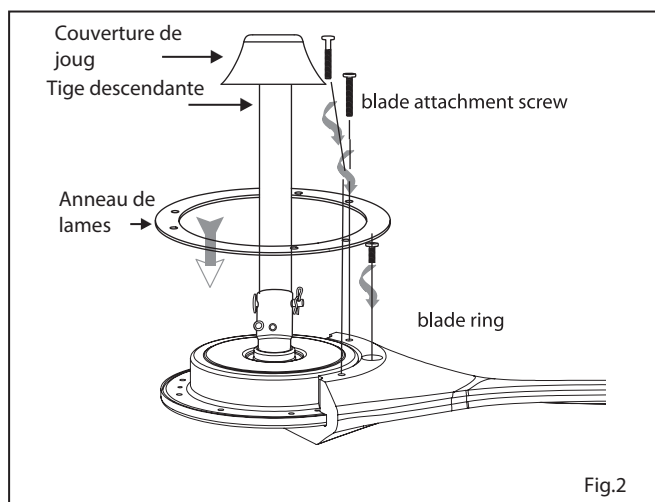

Fig.2
- 3 Loosen the two security set screws and remove the downrod pin and retaining clip from the coupling on top of the motor assembly. (Fig. 2)
- 2 Effectuez les connexions de câbles entre le ventilateur et le récepteur. Pour cette étape, utilisez le faisceau de 5 fils sur le récepteur. (Fig.2). 2)
- 1 Localisez 9 vis de fixation de lame. Faites glisser une lame sur le moteur comme indiqué sur la figure 2, aligner les trous de la lame avec les trous du bord du moteur.
- 2 Placez le berceau A dans la plaque murale. (Fig. 2)